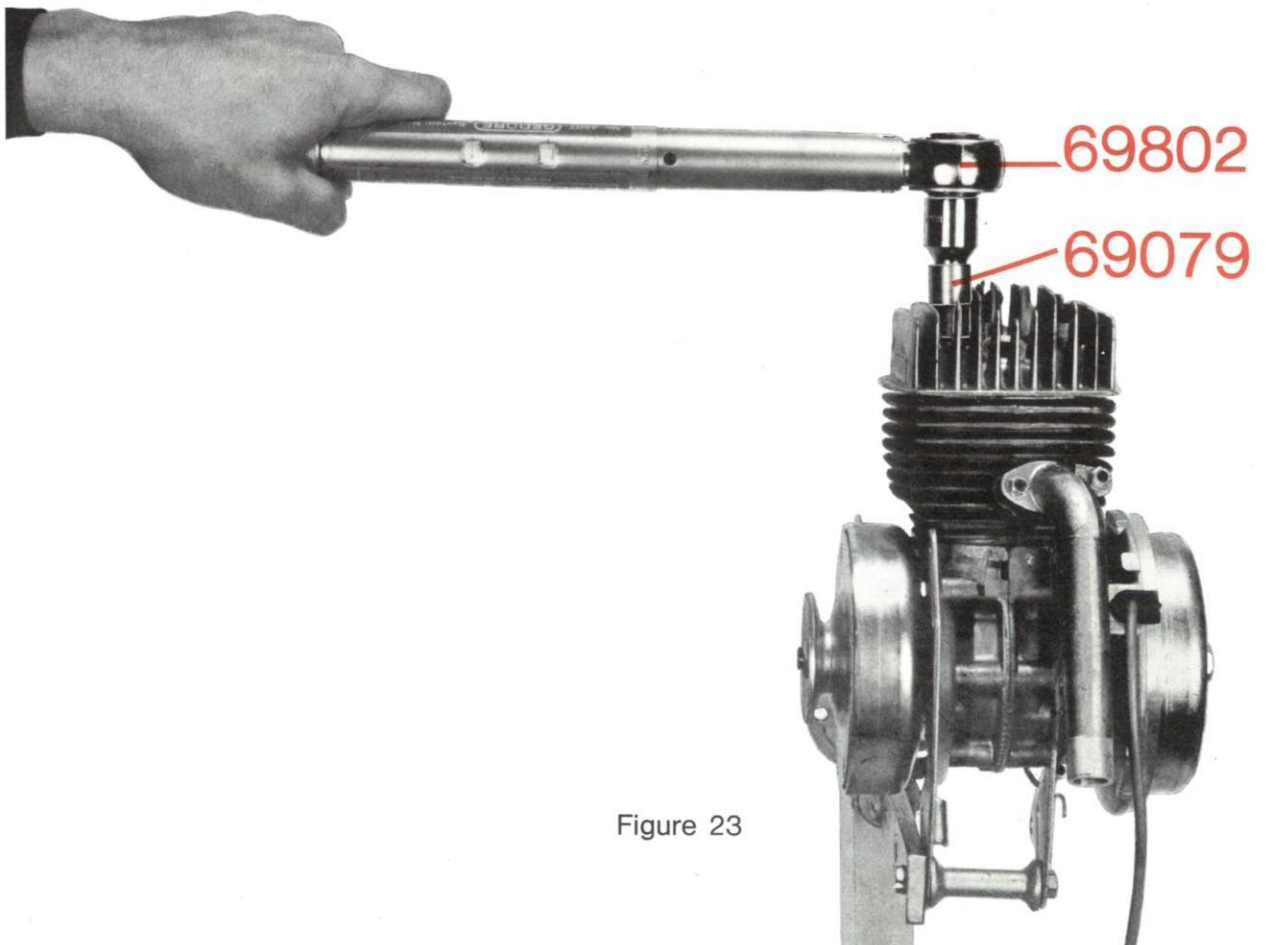

Figure 23
- Placer les rondelles et les écrous qui seront vissés et serrés en quinconce clé dynamométrique 69082 équipée du réducteur et de la douille de 10 N° n° 69079 (couple de serrage de 1,1 m.kg) - figure 23.